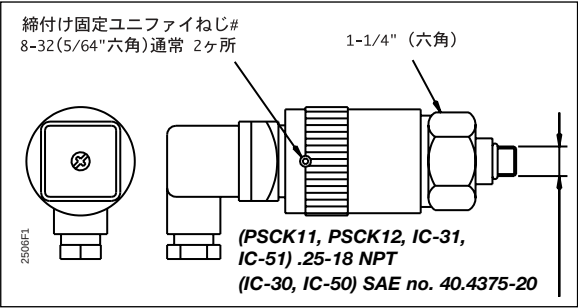

図1
- 1. 設定圧力を調整するには、まず調整スリーブの固定ねじを緩めます(図1参照)。六角形の本体をスパナで固定します。設定値を上げる場合は右に、下げる場合は左に、手で調整スリーブを廻してください。